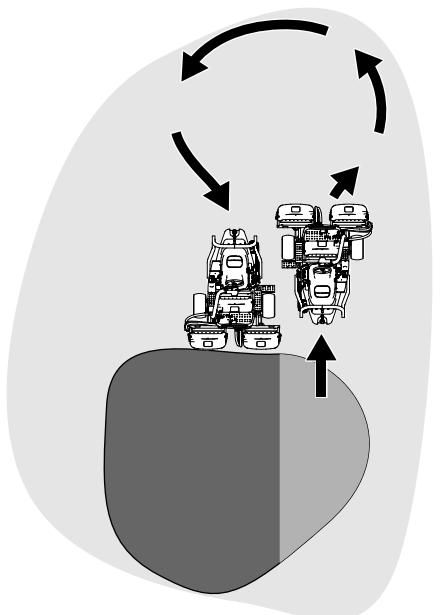

Figura 24
- Para reduzir o tempo de funcionamento e facilitar o alinhamento para o próximo passo, oriente a máquina momentaneamente para a direção contrária, virando depois a máquina na direção da zona por cortar. Este movimento é uma volta em forma de gota (Figura 24) que alinha rapidamente a máquina para a próxima passagem.